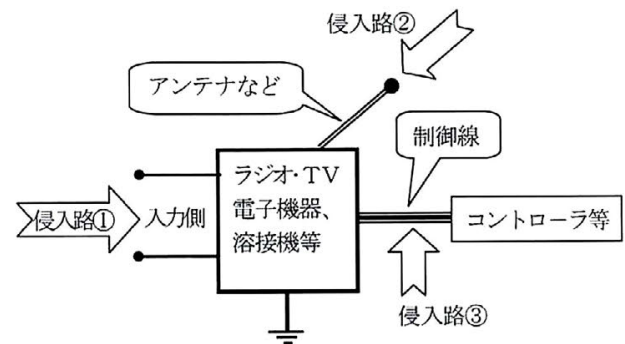

Fig. 2 ノイズの影響を受ける事例
ノイズの侵入路として Fig. 2 に示すような3つの事例があげられます。侵入路①に示すような入力側電源供給ラインからの侵入があり、侵入路②に示すようなラジオやテレビや電子機器等のアンテナからの侵入があり、侵入路③に示すような